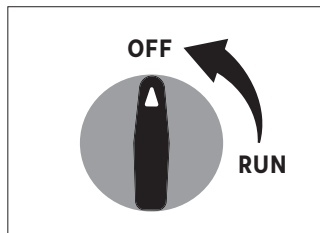

Fig. 16
4. Posicione o interruptor do motor na posição "OFF" [Fig. 16].